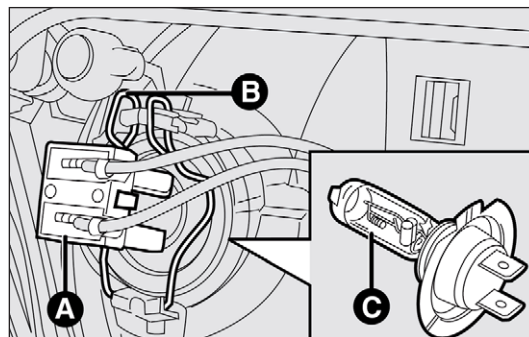

рис. 184
- ❑ отсоедините электрический разъем А – рис. 184;